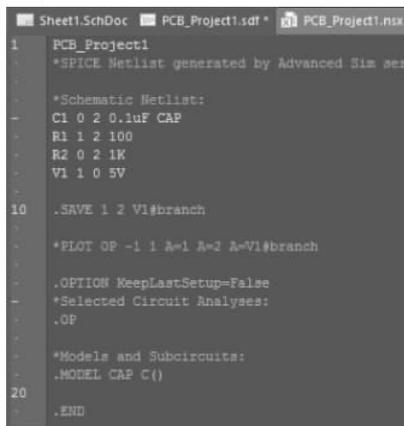

图 3-15 Spice 直流分析程序
(6) 将该工程保存到 dc_analysis 目录下,并退出该设计工程,如图 3-15 所示。